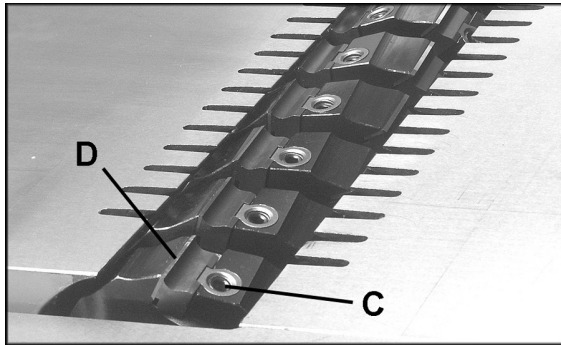

Рис. 13
1. Ослабьте винт прижимной планки (Рис. 13, С) и извлеките нож (Рис. 13, D) из паза.
2. Переверните нож на 180° и снова вставьте его, затем затяните винт прижимной планки (Рис. 13, С). Для обеспечения оптимального качества строгания все ножи в валу надо заменять одновременно.